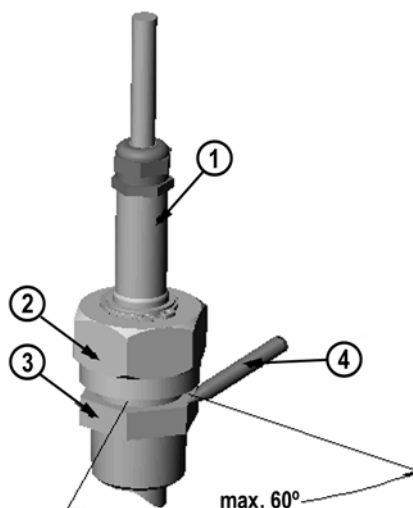

图15 拧紧对开螺母
在图 15中:
11. 用叉形扳手将对开螺母拧紧 50 ... 60° (大约 1/6 转)，如果使用转距扳手，将螺母紧至  $45 \pm 5 \text{ Nm}$  ( $33 \pm 4 \text{ ft-lbs}$ )。参考图 15。